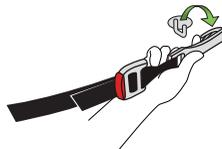

Figure 115
- Insérez et maintenez le ressort de rétention sur le crochet d'attache, puis retirez-le de l'ancrage supérieur du véhicule, tel qu'illustré dans la **Figure 115**.